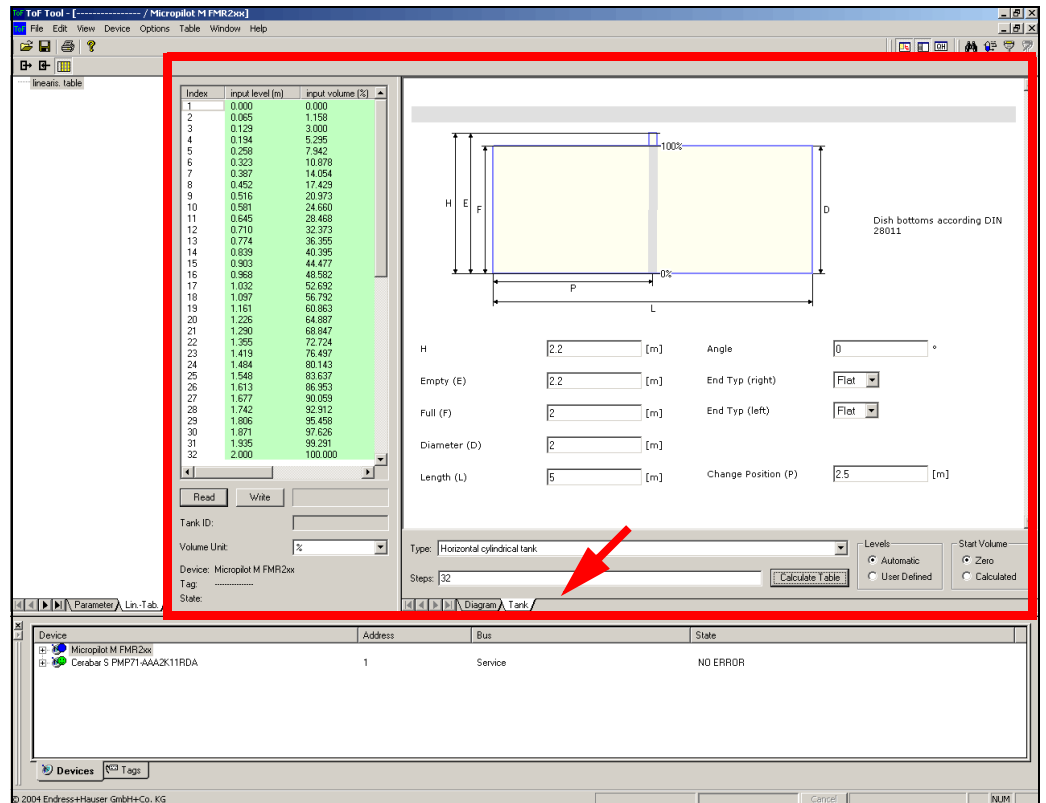

Fig. 41 : Boîte de dialogue - Tableau de linéarisation : Cuve
- sélection et calcul de la forme de la cuve (voir fig. 41)